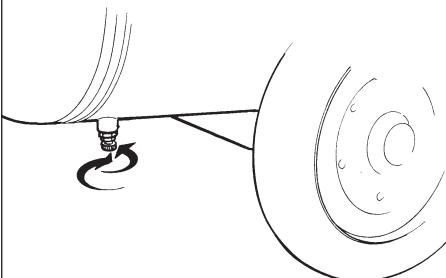

fig. 2
- veiller à ce que le robinet de déchargement de la condensation situé au-dessous du réservoir (*figure 2*) soit fermé;
■ **Décharger la pression du réservoir et des circuits intérieurs moyennant le robinet de déchargement de la condensation avant d'intervenir ou de démonter quelques composants du circuit pneumatique (figure 2); deviser avec attention afin de purger l'air lentement; contrôler, par l'intermédiaire du manomètre, qu'il n'y ait pas de pression dans le circuit de l'air.**